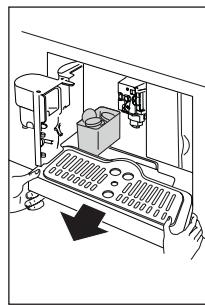

Fig. 24
- ▶ Estrarre la vaschetta raccogli gocce ed il contenitore dei fondi (Fig. 24).